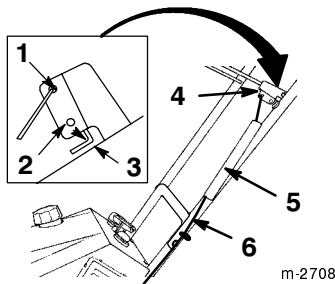

Bild 10
1. Verlegen Sie den Bowdenzug durch die Schlaufe an der linken Seite der Schneefräse (Bild 10).
4. Schieben Sie die Federabdeckung über die Feder und die Zueinstellung. Schieben Sie dann das Federende durch das Loch im Ende der Federabdeckung (Bild 10).
6. Führen Sie das lose Ende des Bowdenzugs in die obere Öffnung der Schaltleiste, siehe Bild 10.
9. Stellen Sie sicher, dass ein Abstand von 1,6 – 3,2 mm zwischen der Schaltleiste und dem Griff besteht (siehe Ausschnitt im Bild 10). Beachten Sie zum Einstellen dieses Abstandes bitte *Einstellen des Bowdenzuges*, Seite 17.